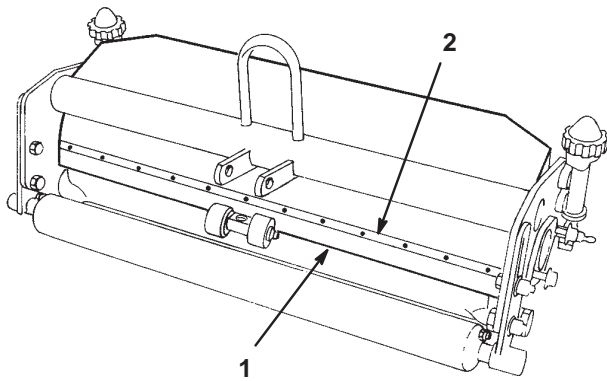

図13
1. 左右のサイドプレート間にベッドバーを引き入れる。このとき、ベッドバーの左右端部がシールドの下にくるように注意する（図13）。
- A. カウンタバランスのエンド・キャップ (図13) の固定ナットを外し、スタッドからエンド・キャップを抜き取る。